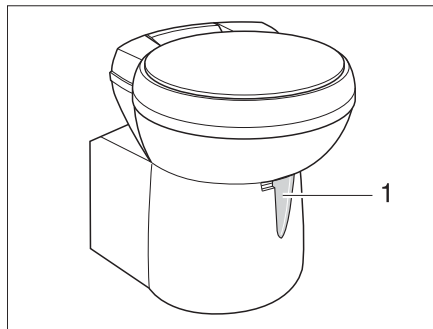

Fig. 296 Cuvette Thetford, orientable
- Avant d'actionner la chasse d'eau, ouvrir le curseur des toilettes Thetford. Pousser pour cela le levier du curseur (Fig. 296,1) dans le sens inverse des aiguilles d'une montre.
- Pousser le levier du curseur (Fig. 296,1) dans le sens des aiguilles d'une montre. Le curseur se ferme. Pour la vidange il **faut** que le curseur des toilettes Thetford soit fermé.